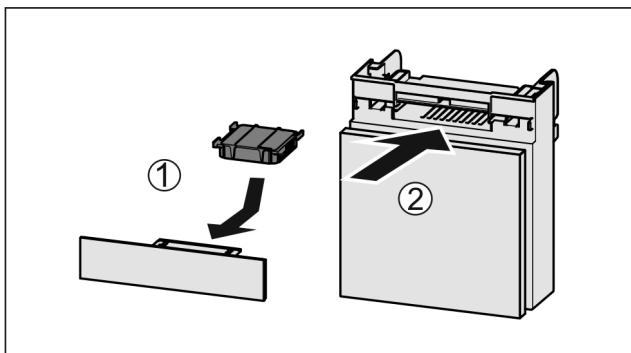

Fig. 56
- Установите фильтр с активированным углем, как показано на рисунке Fig. 56 (1).
- Вставьте отделение Fig. 56 (2).